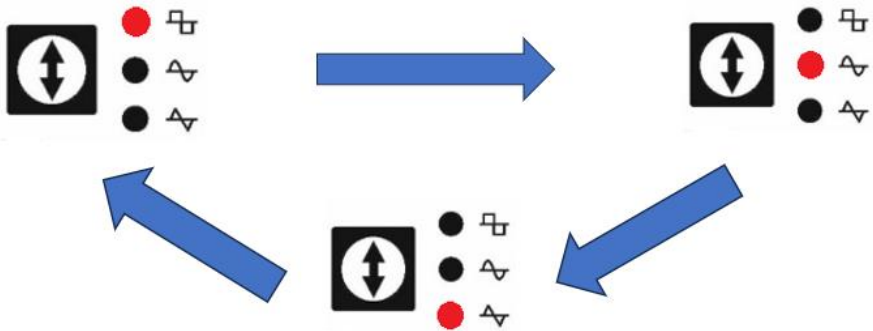

*Рисунок 9. Режим сварки точками*
**Режим сварки точками** (Рис. 9):
**Синусоидальная волна:** Волна обычной формы, мягкая дуга и низкий шум, хороша для сварки широких швов. (Рис. 9)